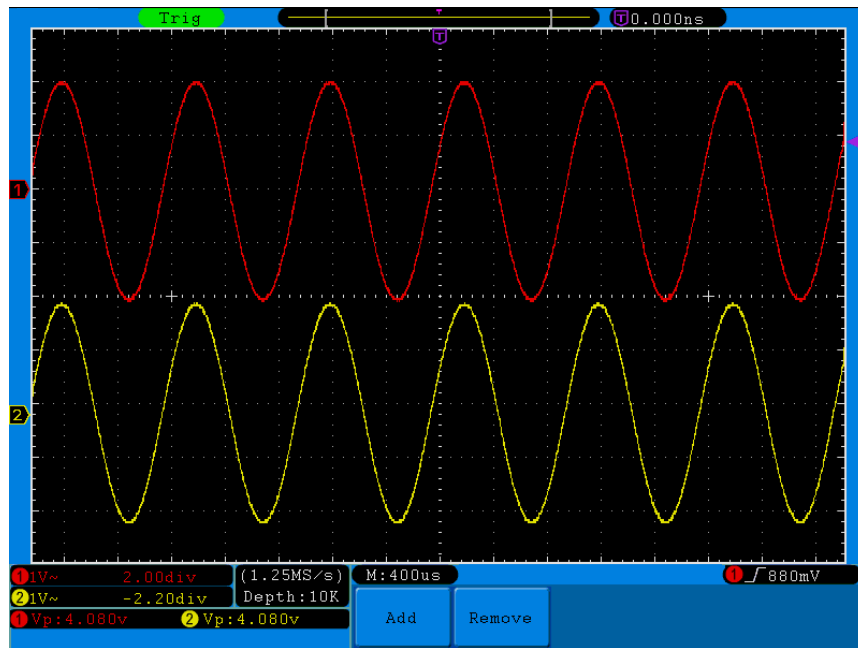

図 7-2 波形の出力率測定
- (1) 自動設定(Autoset)ボタンを押すと、オシロスコープは 2 つのチャンネルの波形を自動的に最適な表示状態に調節します。
- (2) 測定(Measure)ボタンを押して測定メニューを呼び込みます。
- (3) H1 ボタンを押して右側のメニューを呼び込みます。
- (4) F2 ボタンを押して CH1 を選択します。
- (5) F1 ボタンを押し、M ツマミを回してタイプ(Type)を P-P 値(PK-PK)に指定します。
- (6) F2 ボタンを押して CH2 を選択します。
- (7) F1 ボタンを押し、M ツマミを回してタイプを P-P 値(PK-PK)に指定します。
- (8) 画面左下の測定値表示ウィンドウからチャンネル 1 とチャンネル 2 の P-P 値を読み取ります(図 7-2 参照)。
- (9) 次の公式で増幅器出力率を計算します。